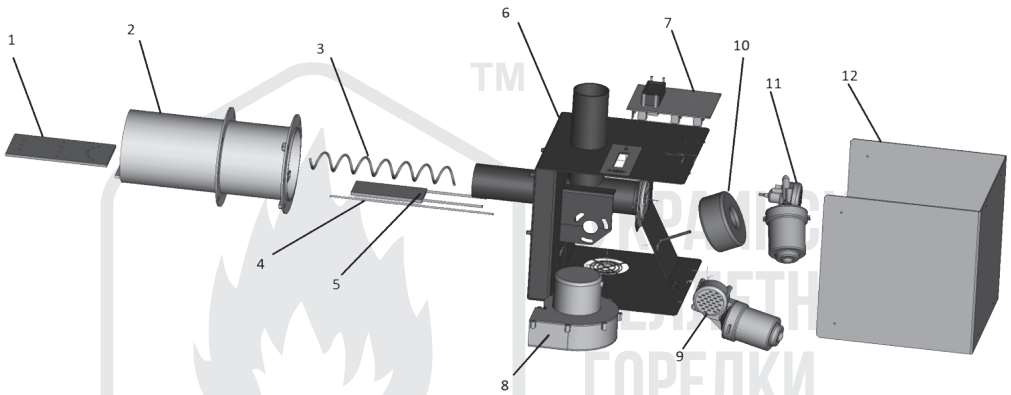

Рис.1
3.1. Составные части и конструкция горелки представлены на Рис.1